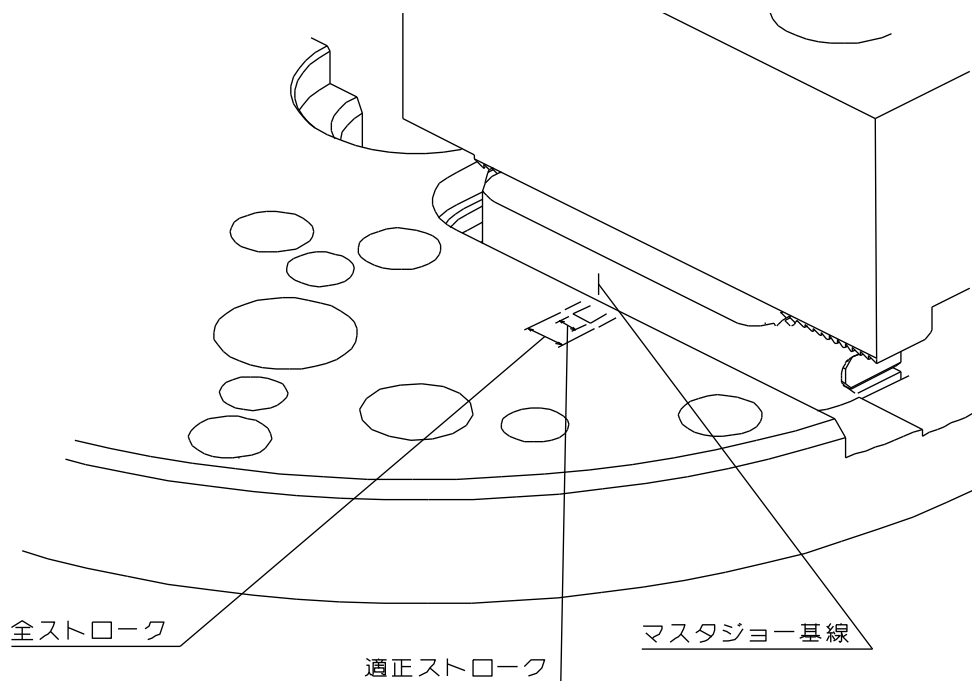

図 35
- ・ この時、マスタジョーの基線マークがストロークマークの外側の線に合っていることを確認してください。(図 35 参照)